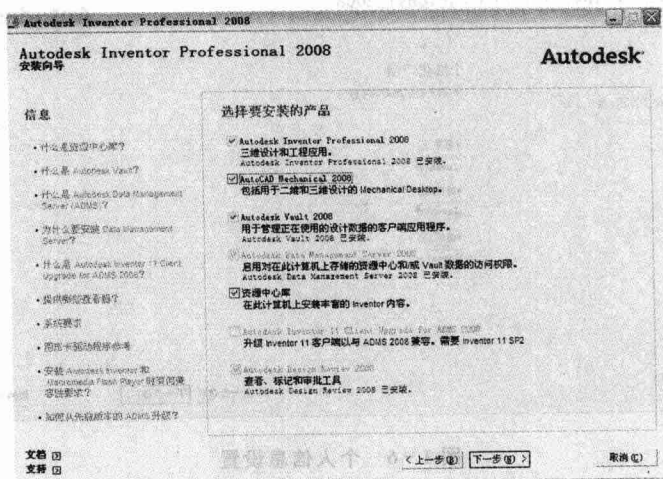

图 1-4 安装明细
④ 单击“安装向导”对话框的“下一步”，进入安装明细界面，见图 1-4。